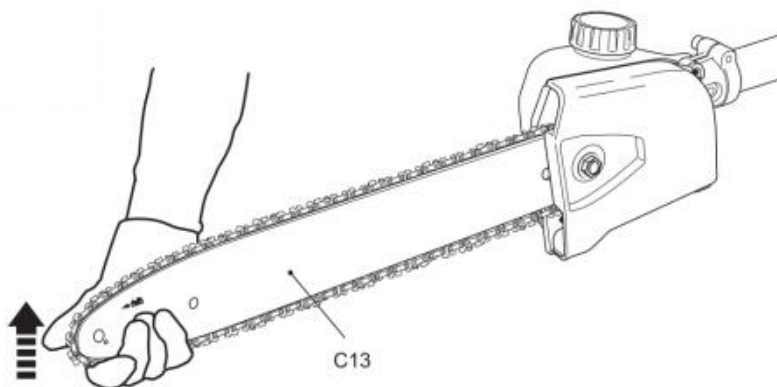

Fig. 13
- 2) Levante la punta de la barra guía (C13) y manténgala allí mientras ajusta la tensión (Fig. 13).